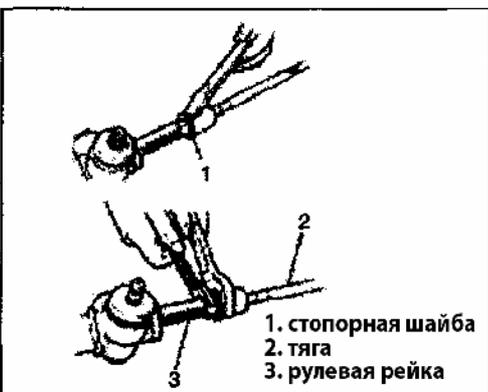

Рис. 442
- 6) Снимите стопорную шайбу и отсоедините рулевую тягу от зубчатой рейки (Рис. 442).